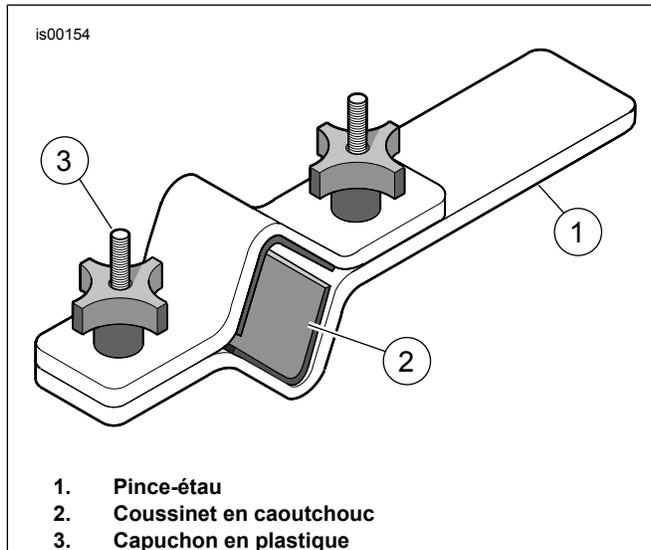

Figure 6. Porte-tube de fourche (HD-41177)
- Figure 6 Installer la fourche dans le support de tube de fourche (HD-41177) comme suit :
- Serrer l'extrémité de l'outil (1) dans un l'étau en position horizontale.